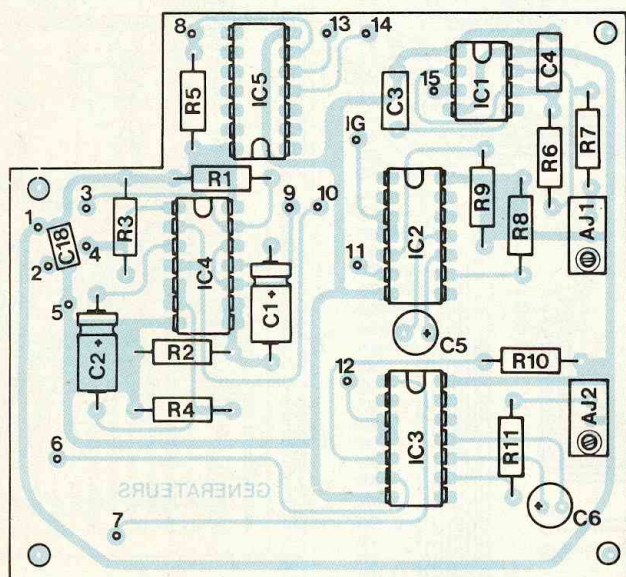

Fig. 16
c. Carte Générateur d'impulsions (figure 16)